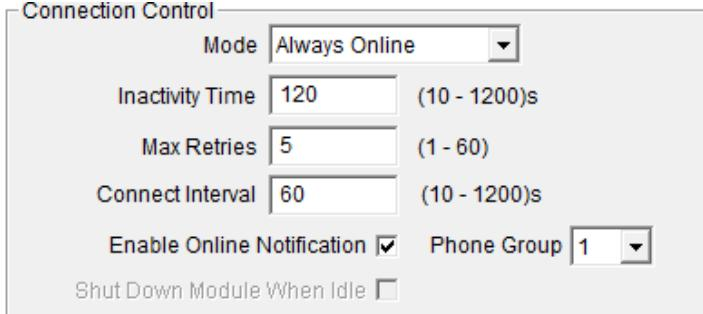
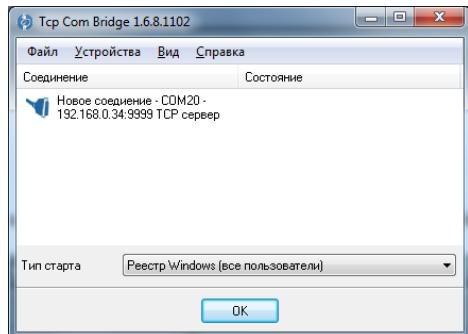
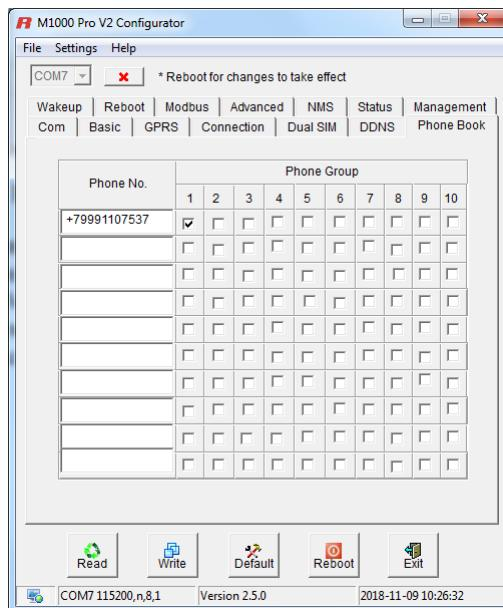

Рисунок 18 – Область параметров «Connection Control» вкладка «Connection»
Рисунок 23 – Окно программы «TCP COM Bridge»
Рисунок 24 – Вкладка «Phone Book» окна программы «M1000 Pro V2 Configurator»
3.5.13.8 В область параметров «**Connection Control**» ввести следующие настройки (рисунок 18):
3.5.13.14 Нажать кнопку «OK» в окне «Виртуальные порты» программы «TCP COM Bridge» (рисунок 23). В появившемся окне (рисунок 24) установить тип старта «Windows Registry (all users)».
3.5.13.17 Для диагностики успешного подключения можно установить телефон, на который будет отправляться SMS-сообщение при успешном входе в сеть. Для этого необходимо в настройках терминала во вкладке «Connection» установить режим «Enable Online Notification» (рисунок 18) и задать телефон во вкладке «Phone Book» (рисунок 24).
3.5.13.18 Для сохранения произведенных настроек необходимо нажать кнопку «**Write**». После успешной записи настроек появится сообщение об успешной записи и просьба перезагрузить терминал (рисунок 18). Перезагрузка терминала осуществляется включением/выключением питания. Для перевода терминала в рабочий режим следует перевести движок в положение «**NORMAL**».